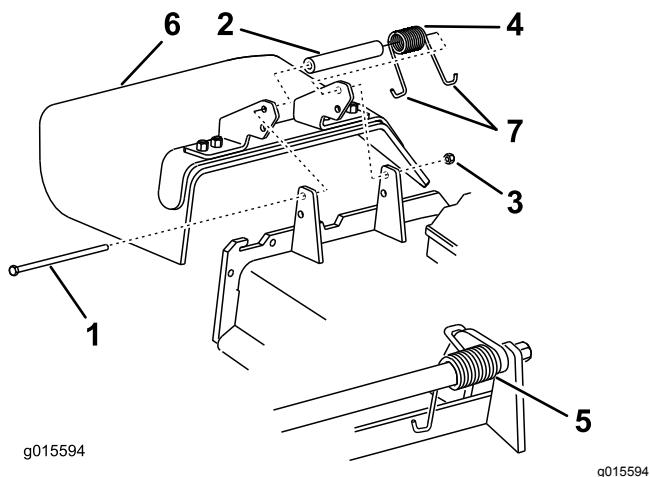

Figura 122
1. Retire la contratuerca, el perno, el muelle y el espaciador que sujetan el deflector a los soportes de pivote (Figura 122).
2. Retire el deflector de hierba dañado o desgastado (Figura 122).
Nota: Asegúrese de colocar un extremo en J del muelle detrás del reborde de la carcasa antes de instalar el perno, tal y como se muestra en la Figura 122.
6. Coloque un extremo en J del muelle alrededor del deflector de hierba (Figura 122).